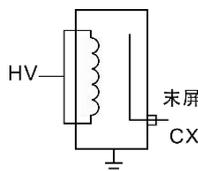

图 6-6 CT 接法
- (2)：正接法、电压为 10KV、一次侧对末屏（常用）、接线参考图 6-6